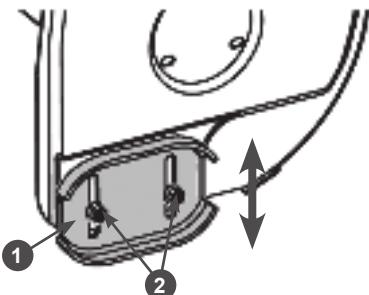

Рис. 29 Регулировка высоты забора снега
- Открутите гайки 2 крепления полозка 1 на 1-2 оборота и установите полозок на необходимую высоту (Рис. 29). Снова затяните гайки.